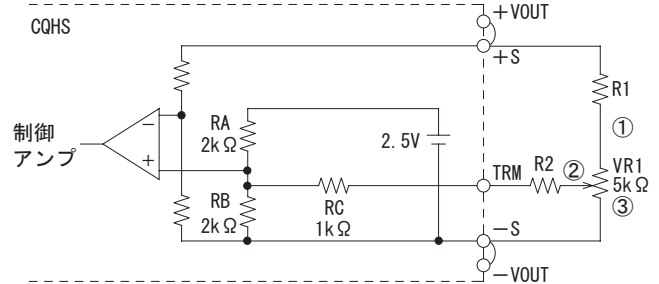

図3.4 外付け部品の接続方法
(1) 出力電圧を調整する場合
- ポリューム（VR1）と抵抗（R1, R2）を図3.4のように接続することで出力電圧を可変できます。
- ポリュームは右回転で①-②間の抵抗値が小さくなるように接続すれば、出力電圧は高くなります。